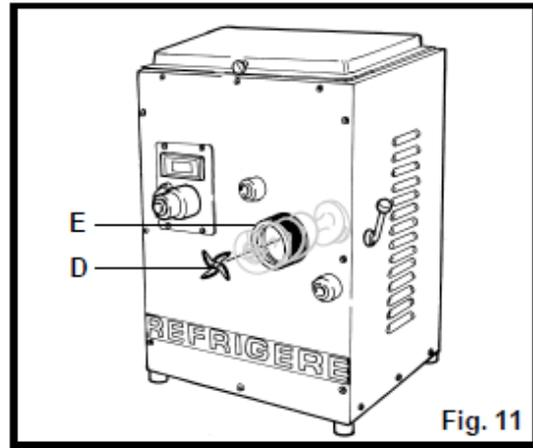

Fig. 11
- 3) inserire ora il coltello in acciaio Inox (D) nel verso indicato in Fig. 11 il taglio deve essere rivolto verso la piastra forata posizionandolo correttamente nella sede della coclea (E).